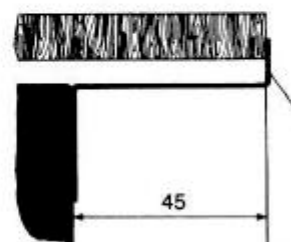
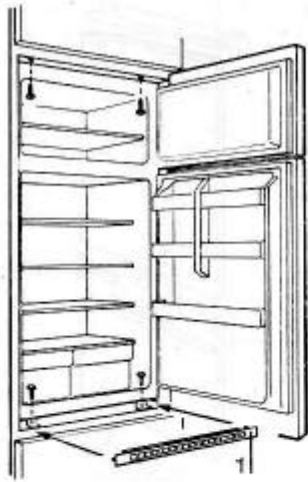

Fig. 7
Fig. 8
- Bloquer l'appareil dans les parties supérieur et inférieure avec les vis se trouvant dans le sachet des accessoires puis appliquer par enclenchement la petite grille d'aération 1 (fig. 7). Si l'appareil est muni d'équerres de fixation latérale, agir comme suit (fig. 8).